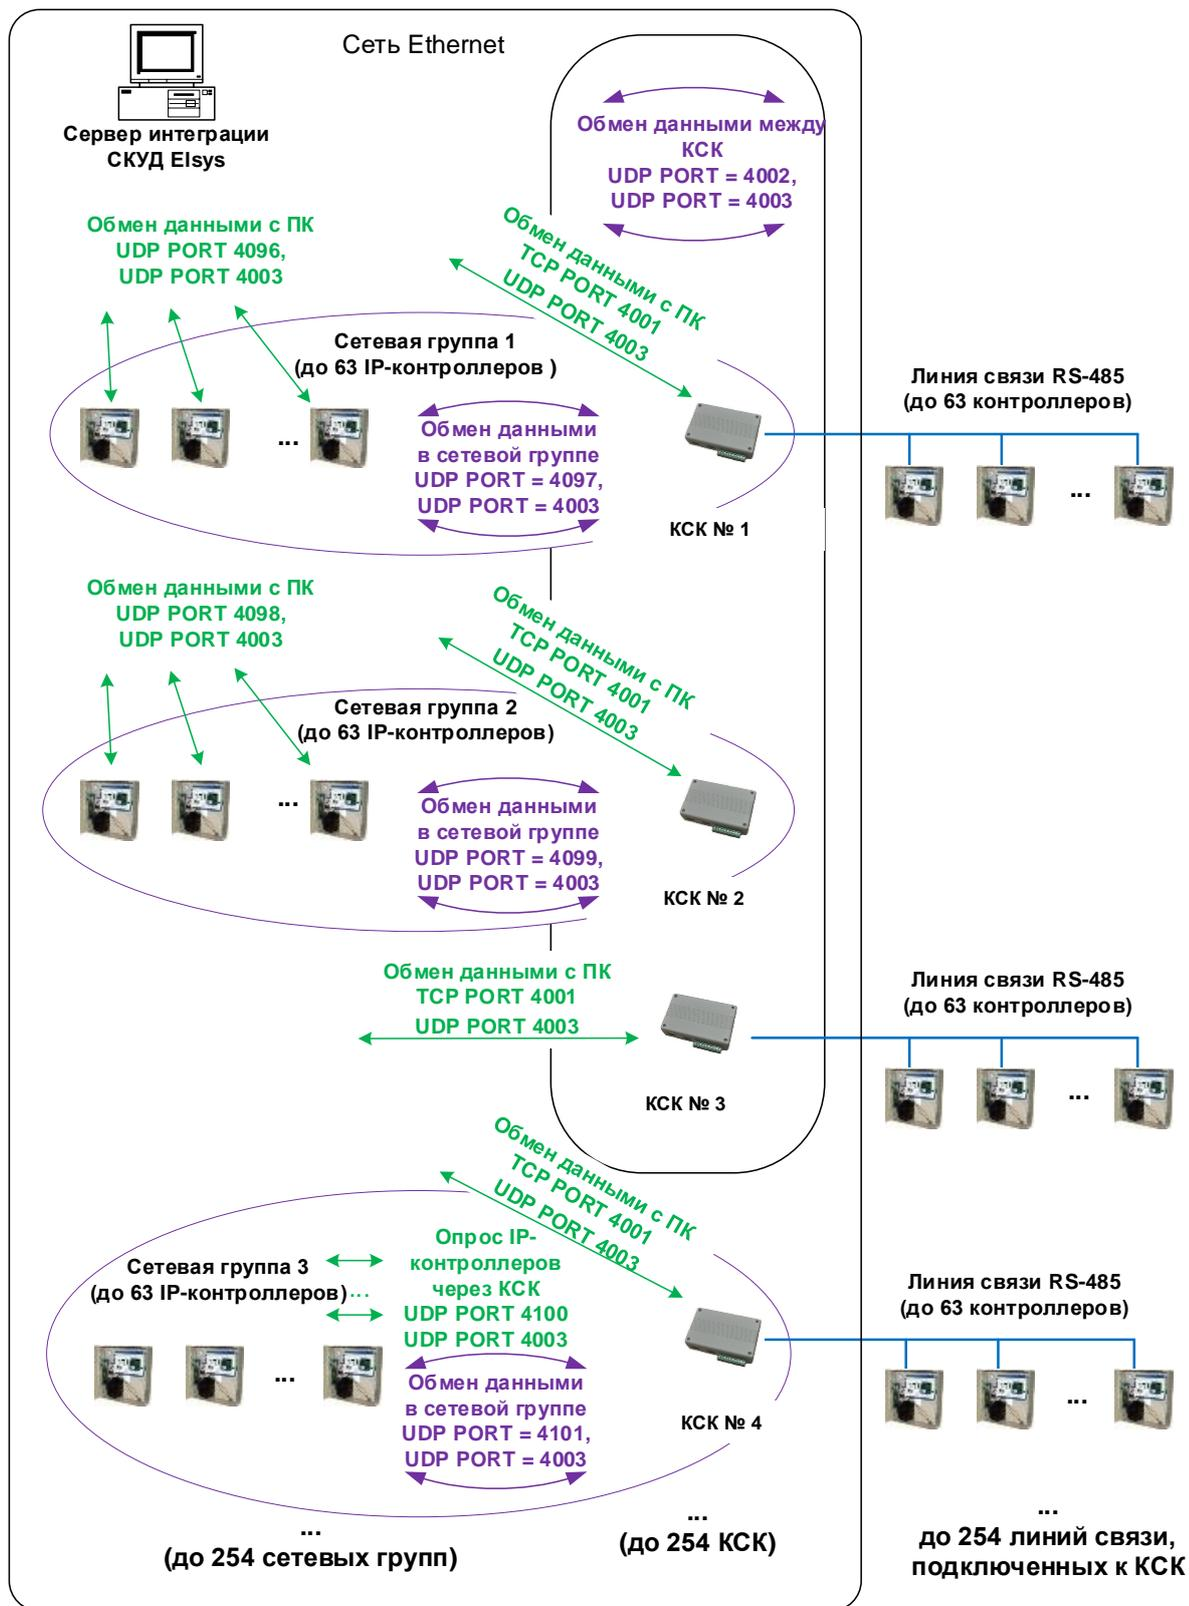

Рисунок 3. Использование КСК Elsys-MB-Net II в составе СКУД Elsys
- е) установите перемычку JP1 (см. Рисунок 3, Приложение 2), если КСК находится на одном из концов линии связи RS-485 (в иных случаях перемычка должна быть снята);